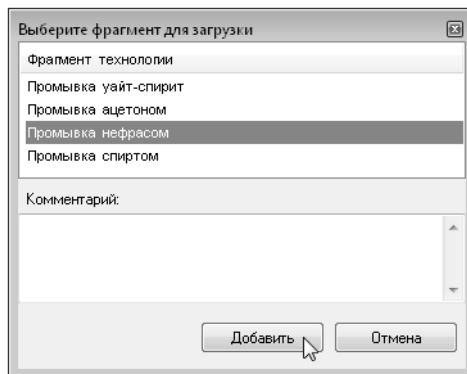

Рис. 9.1.
2. В открывшемся окне выбора промывочного материала (рис. 9.1) выберите *Промывка нефрасом* и нажмите кнопку **Добавить**.